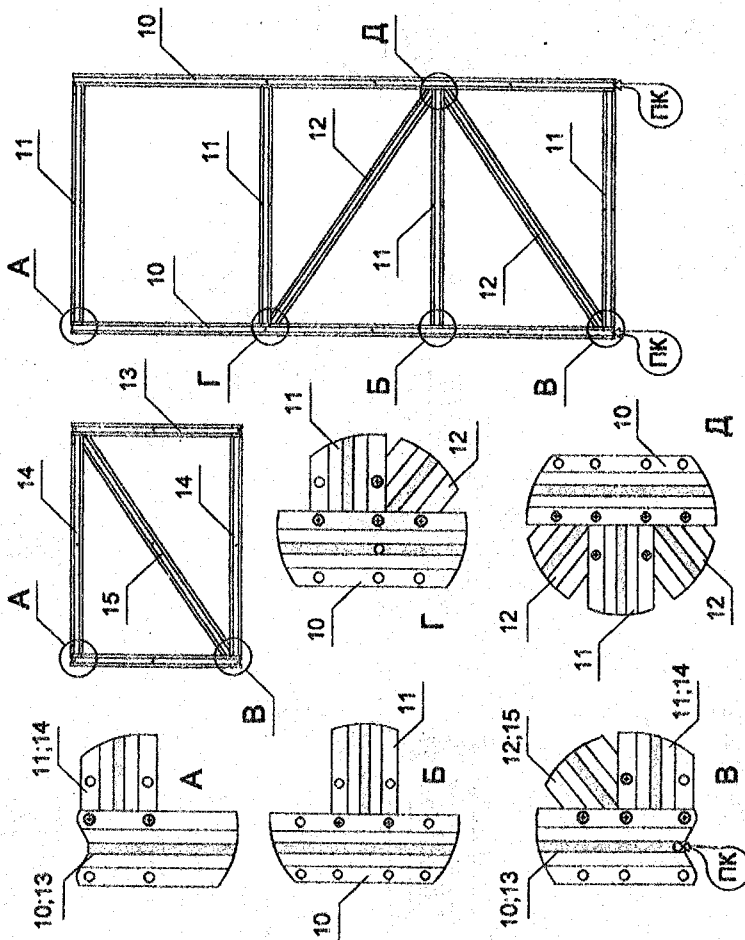

Рис. 8 Дверь и форточка
3.5.1. Возьмите две стойки двери №10 и соедините их между собой четырьмя поперечинами двери №11 (винт М4х10) (см. рис. 8-А, Б). **Внимание!** Стойки №10 устанавливайте нижней стороной вниз. В нижней части стоек №10 есть отверстия для крепления поликарбоната (см. рис. 8-В).
3.5.2. В узлах соединения стоек двери с поперечной №11 присоедините уголки №12 (см. Рис. 8-В, Г, Д).
3.6.1. Возьмите две стойки форточка №13 и соедините их между собой двумя поперечинами форточка №14 (винт М4х10) (см. Рис. 8-А).
3.6.2. В узле соединения деталей №13 и №14 установите уголку форточка №15 (винт М4х10) (см. Рис. 8-В).